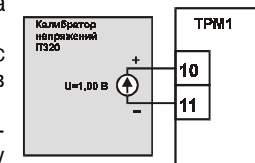

Рис. 7
5.1. Подключить к входу прибора вместо датчика калибратор напряжений ПЗ20, соблюдая полярность (рис. 7). Подать питание на прибор и установить на калибраторе выходное напряжение 1,00 В.